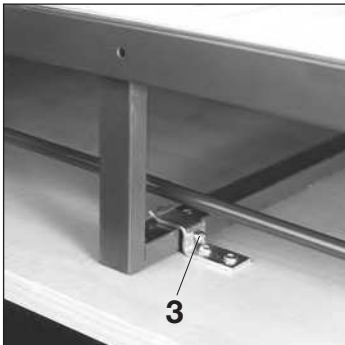

Fig. 13
- Visser les vis à tête goutte de suif M4 x 12 mm **3** dans les deux équerres de fixation de la plaque avant, voir **fig. 13**.